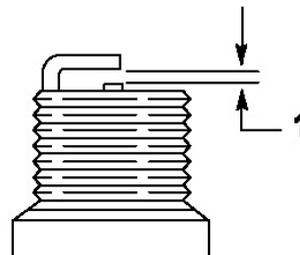

Рисунок 53.
4. Установите расстояние между электродом и новой свечой 0,76 мм (Рис. 53).